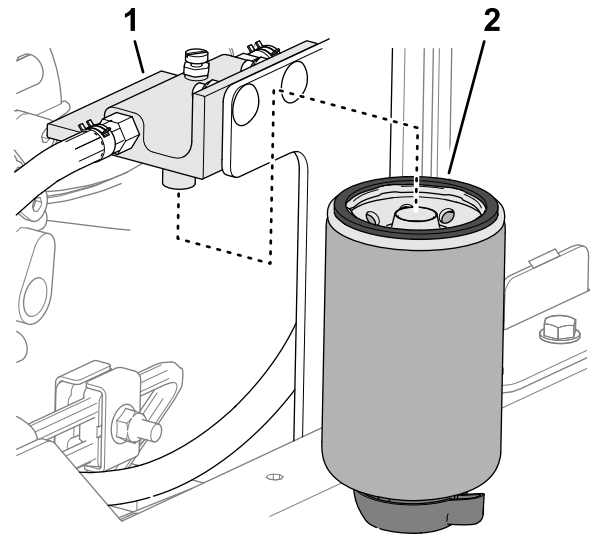

Figura 116
2. Curățați capătul filtrului și recipientul pentru filtrul de combustibil (Figura 116).